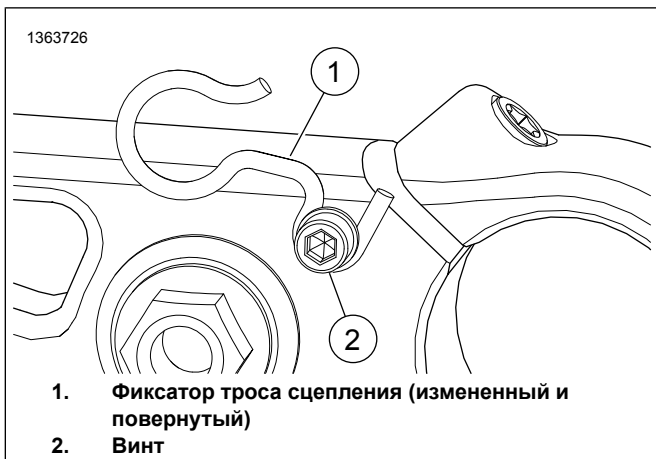

Рисунок 4. Измененный фиксатор троса сцепления
1. Рисунок 4 Ослабьте винт (2).
2. Снимите фиксатор троса сцепления OE-исполнения (1).